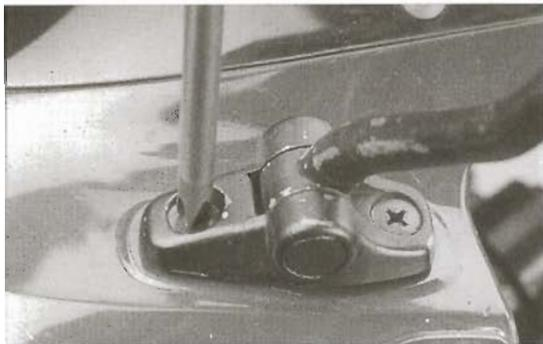

Bild 11
- Befestigungsschrauben der Lampenverkleidung an Auslegern ausdrehen (Bild 10). Blinkerstecker trennen und Muttern (Bild 11) ausdrehen. Verkleidung nach vorn abnehmen.